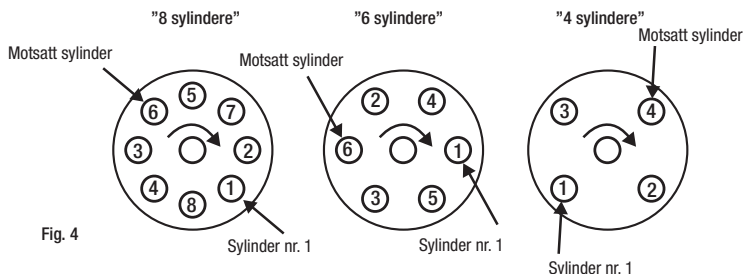

Fig. 4
på fördelarlocket. Se fig. 4.
2. Koble tenningslampen til den tennkabelen som sitter midt mot 1. tennkabel på fordelerslokket. Se fig. 4.